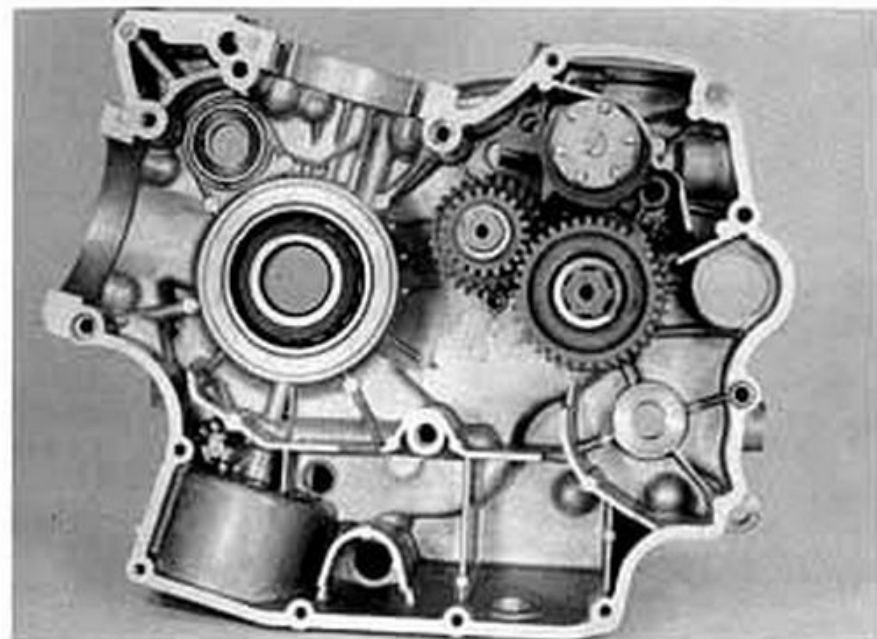

Fig. 45
- Sfilare i due perni delle forcelle (fig. 45).
- Withdraw the fork spindles (fig. 45).